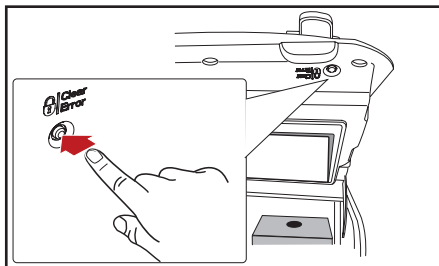

Fig. 5.2 - Lås dispenseren
1. Åpne dispenser døren og trykk på LOCK/CLEAR-ERROR-bryteren (fig 5.2) for å låse dispenserens kontaktflate, dette for å unngå uhell med å tappe drikker eller varmt vann mens utvendige deler rengjøres.